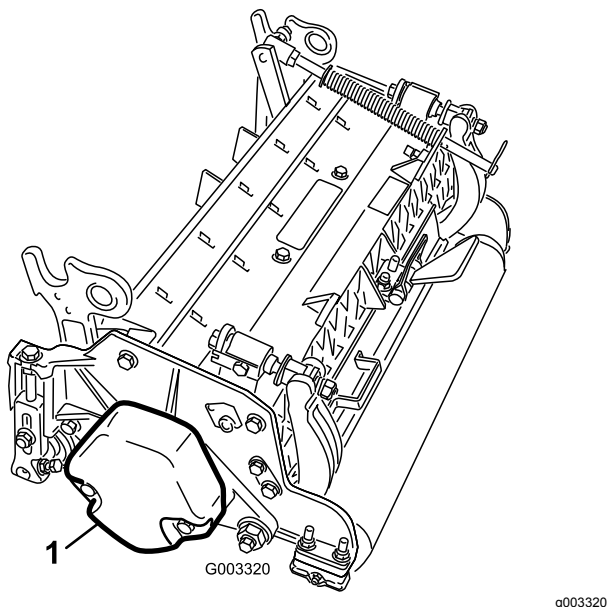

図 4
4. カウンタウェイト(図 4)を、決められている側に取り付けるカッティングユニットのオペレーターズマニュアルを参照。